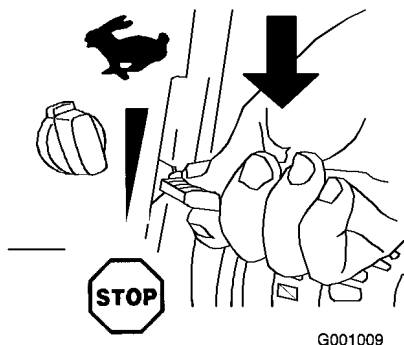

Figura 25
1. Portate l'acceleratore in posizione Stop (Figura 25).